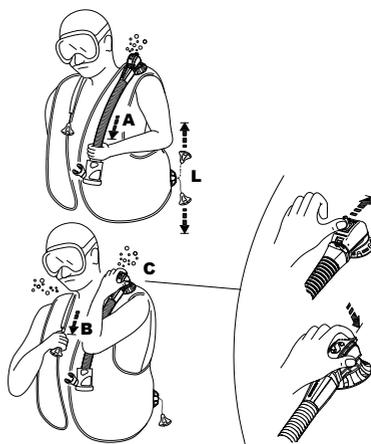

fig. 7
Fermarsi in posizione verticale. Tirare con cautela verso il basso il tubo corrugato (fig. 7 - A): è inutile tirare troppo, in quanto l'apertura della valvola è a corsa limitata. Per richiudere la valvola: smettere di tirare e rilasciare il corrugato.
- Il gruppo di scarico manuale (monocomando) presenta infatti un pulsante di scarico supplementare (brevettato) sul gomito corrugato che quando viene azionato (fig. 7-C) scarica il sacco, ad es. in caso di difetto dello stesso monocomando (cavetto interno, pernetti di fissaggio rotti, ecc.) o mentre si respira con l'AIR 2.
- a) tirando leggermente sull'assieme tubo corrugato (fig. 7 – A)
- b) spingendo di lato il pulsante che sporge fuori dalla cassa della valvola (fig. 7 – C) (Brev.): questo sistema può anche essere utile per scaricare il sacco di un altro subacqueo in difficoltà (panico, stato d'incoscienza, ecc.)
La valvola sulla spalla destra, si aziona tirando leggermente il pomolo, collegato ad essa da un cordino (fig. 7 – B). To operate either style of dump valve, orient the valve to a position higher than the air bubble in the BC. Activate the dump valve until the desired amount of buoyancy is reached. Stop pulling/pushing to close the valve (fig. 7 - B).